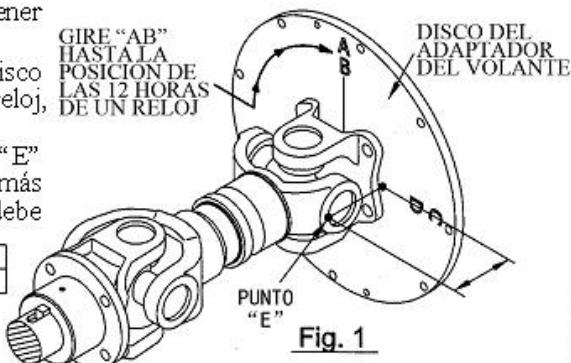

Fig. 1
1. Gire el eje de tal forma que la referencia "AB" del disco adaptador del volante esté en la posición de las 12 horas de un reloj, como se muestra en la (Fig. 1).
2. Mida desde la cara del disco del volante hasta el Punto "E" como se muestra en la (Fig. 1). (El Punto "E" está en el punto más lejano en diámetro de calibre del rodamiento). Esta medida debe ser: